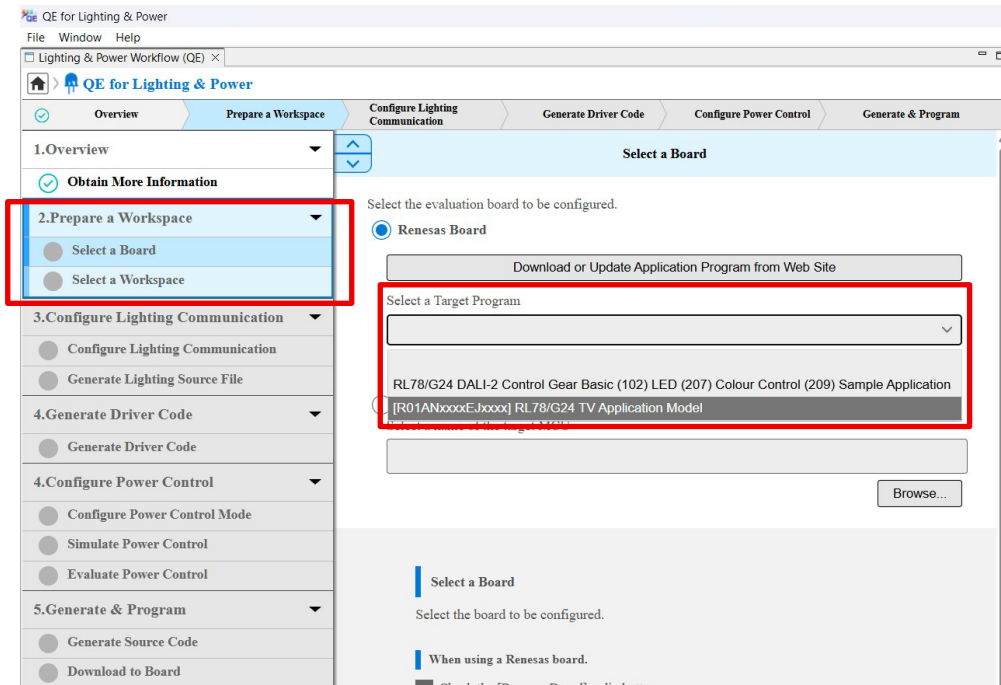

図 3.3 ボードの選択
- (1) 「2.ワークスペースの準備」下にある「ボードの選択」をクリックしてください(図 3.3)。
- (2) 「ルネサスボード」のラジオボタンを選択し、「対象プロジェクトの選択」から “[R01AN8175EJ0100] RL78/G24 TV Application Model” を選択してください。